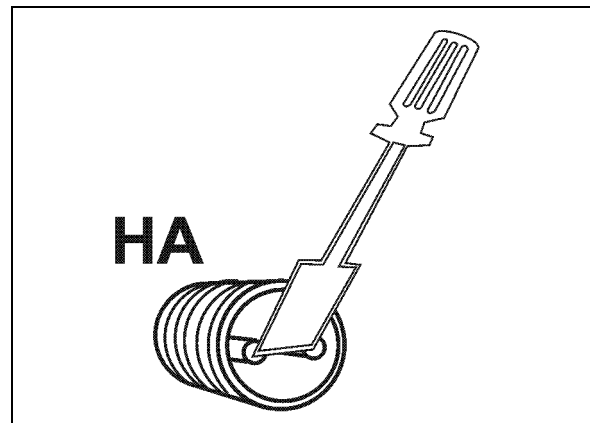

Fig. 13
3. Bygla anslutningsboxens poler med en liten skruvmejsel flera gånger (Fig. 13).